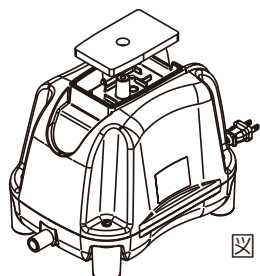

図3
- ④上ハウジングからフィルターを取り出し、新品と交換あるいは清掃してください。(図3)